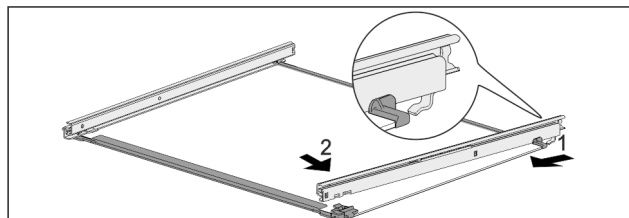

Fig. 140 Steklена plošča z vodili
- Vodilo obesite na kavelj na zadnji strani. Fig. 140 (1)
- Vodilo zaskočite na sprednji strani. Fig. 140 (2)